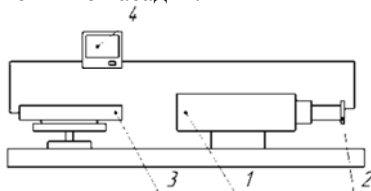

Рисунок 1 – Схема установки для фокусировки коллиматора
Подготовка коллиматора к измерениям, связанная с его фокусировкой, занимает длительное время и требует автоматизации процесса. Для организации автоматической фокусировки выбран метод юстировки коллиматора по эталонной зрительной трубе выставленной на бесконечность, у которой окуляра заменен видеонасадкой. Зрительную трубу (3) (рисунок 1) устанавливают объективом к объективу коллиматора (1), вследствие чего изображение сетки коллиматора строится на фотоприемнике насадки.